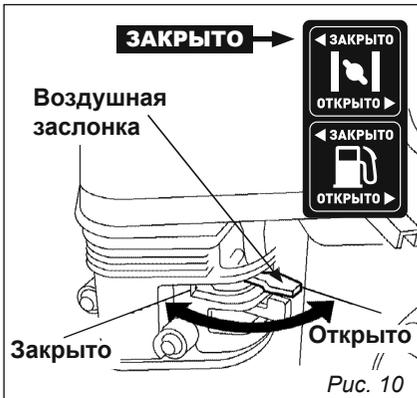

Рис. 10
• Поверните рычаг воздушной заслонки в положение «ЗАКРЫТО» (рис. 10).